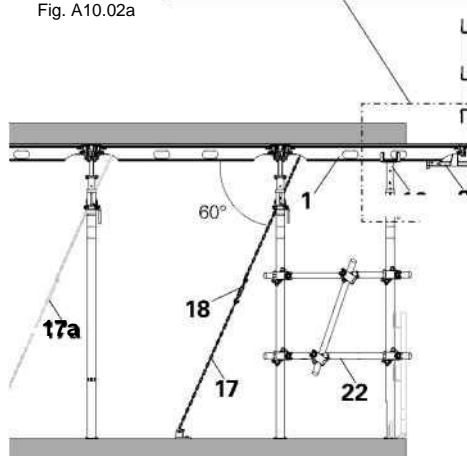
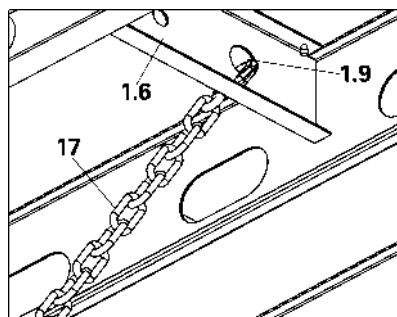

Fig. A10.02
Fig. A10.03
1. Instalar o painel ADP (1) com o Suporte guarda-corpos ADG (9). (Fig. A10.02)
2. Fixar o Cabeçal ADC (16) com prumo para apoiar o painel ADP (1).
3. Prender o painel em consola com a corrente 3,0 kN (17). (Fig. A10.02 + Fig. A10.03)
- Fixar a corrente (17) no furo (1.9) previsto no reforço (1.6) do painel ADP (1). (Fig. A10.03)
4. Colocar travamentos Z adicionais para estabilidade dos prumos na periferia. por ex., prumos com tubos e abraçadeiras. (Fig. A10.02)